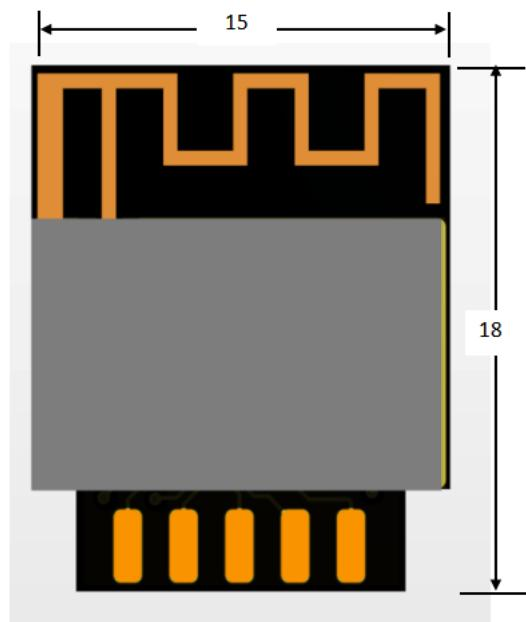

图 6-1 机械尺寸图
- a) 检查湿度卡（如图 6-1）：显示值应少于 20%（蓝色）；如> 30%（红色），表示模块已吸湿气